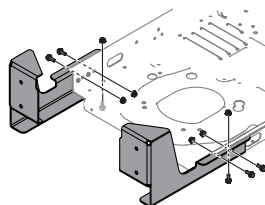

Figura 2
1. Asegure las ménsulas del montaje al tractor usando seis tornillos hexagonales, (710-04043) y seis (712-04063) tuercas, de seguridad de brida, desde el paquete de ferretería (689-00567). Vea Figura 2.